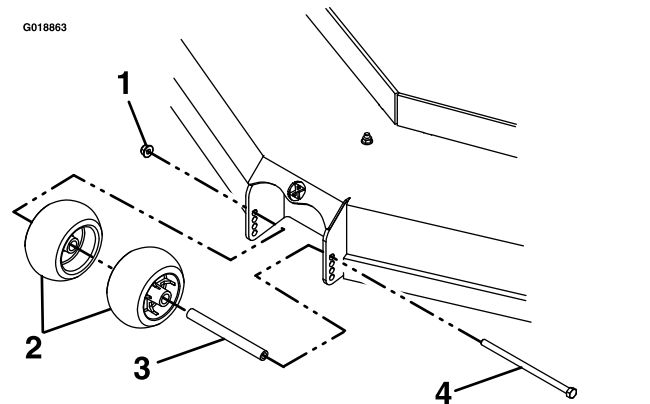

**Figura 29**
5. Coloque los rodillos en una de las posiciones ilustradas en la Figura 29.